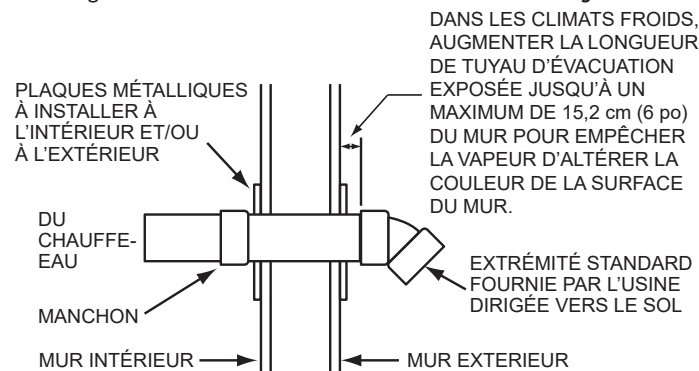

Figure 39. Installation à extrémités murales
12. En travaillant de l'extérieur, enfilez le tuyau et la ou les bouches assemblées aux étapes précédentes à travers le mur. Veiller à bien diriger la ou les bouches d'extrémité vers le sol. Voir **Figure 39**.
16. Poser un accouplement à l'extrémité du ou des tuyaux à l'intérieur du bâtiment. Avant que le mastic silicone n'ait eu le temps de prendre complètement, sortir du bâtiment et s'assurer que la ou les bouches d'évacuation sont toujours dirigées vers le sol. Voir **Figure 39**.